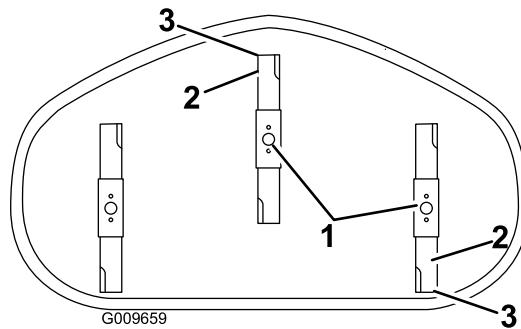

Figura 56
4. Gire cuidadosamente las cuchillas colocándolas en el sentido de avance de la máquina (Figura 56).
5. Mida entre la punta de la cuchilla delantera y la superficie plana y entre la punta de la cuchilla trasera y la superficie plana (Figura 56).
7. Despues de realizar el ajuste, compruebe de nuevo la inclinación longitudinal, y siga ajustando la tuerca hasta que la punta de la cuchilla delantera esté entre 1.6 y 7.9 mm (1/16" a 5/16") más baja que la punta de la cuchilla trasera (Figura 56).